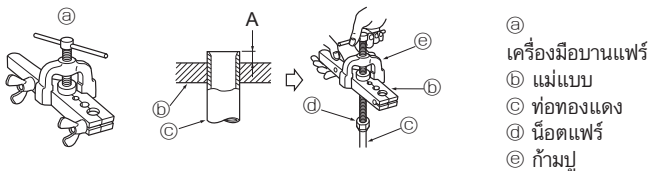

Fig. 4-6
4.2.4. การทำบานแพนซ์ (Fig. 4-6)